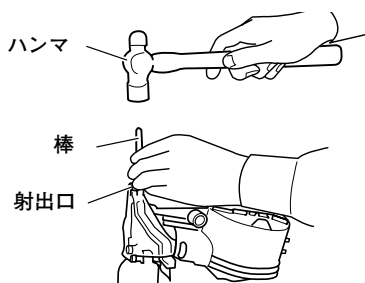

図 22
- 釘をマガジン内より抜き取り、釘ガイドを開き、射出口から細い棒を入れハンマでたたきます。(図 22)